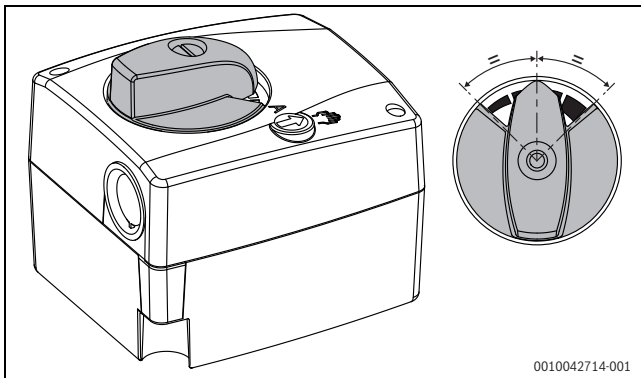

Bild 33 Drehschalter des Mischermotors in Mittelstellung
- ▶ Drehschalter für Mischerstellung (→ Bild 33) auf Mittelstellung stellen.
- ▶ Neuen Motor auf manuellen Betrieb einstellen und mittels Drehschalter auf Mittelstellung stellen (→ Bild 33).